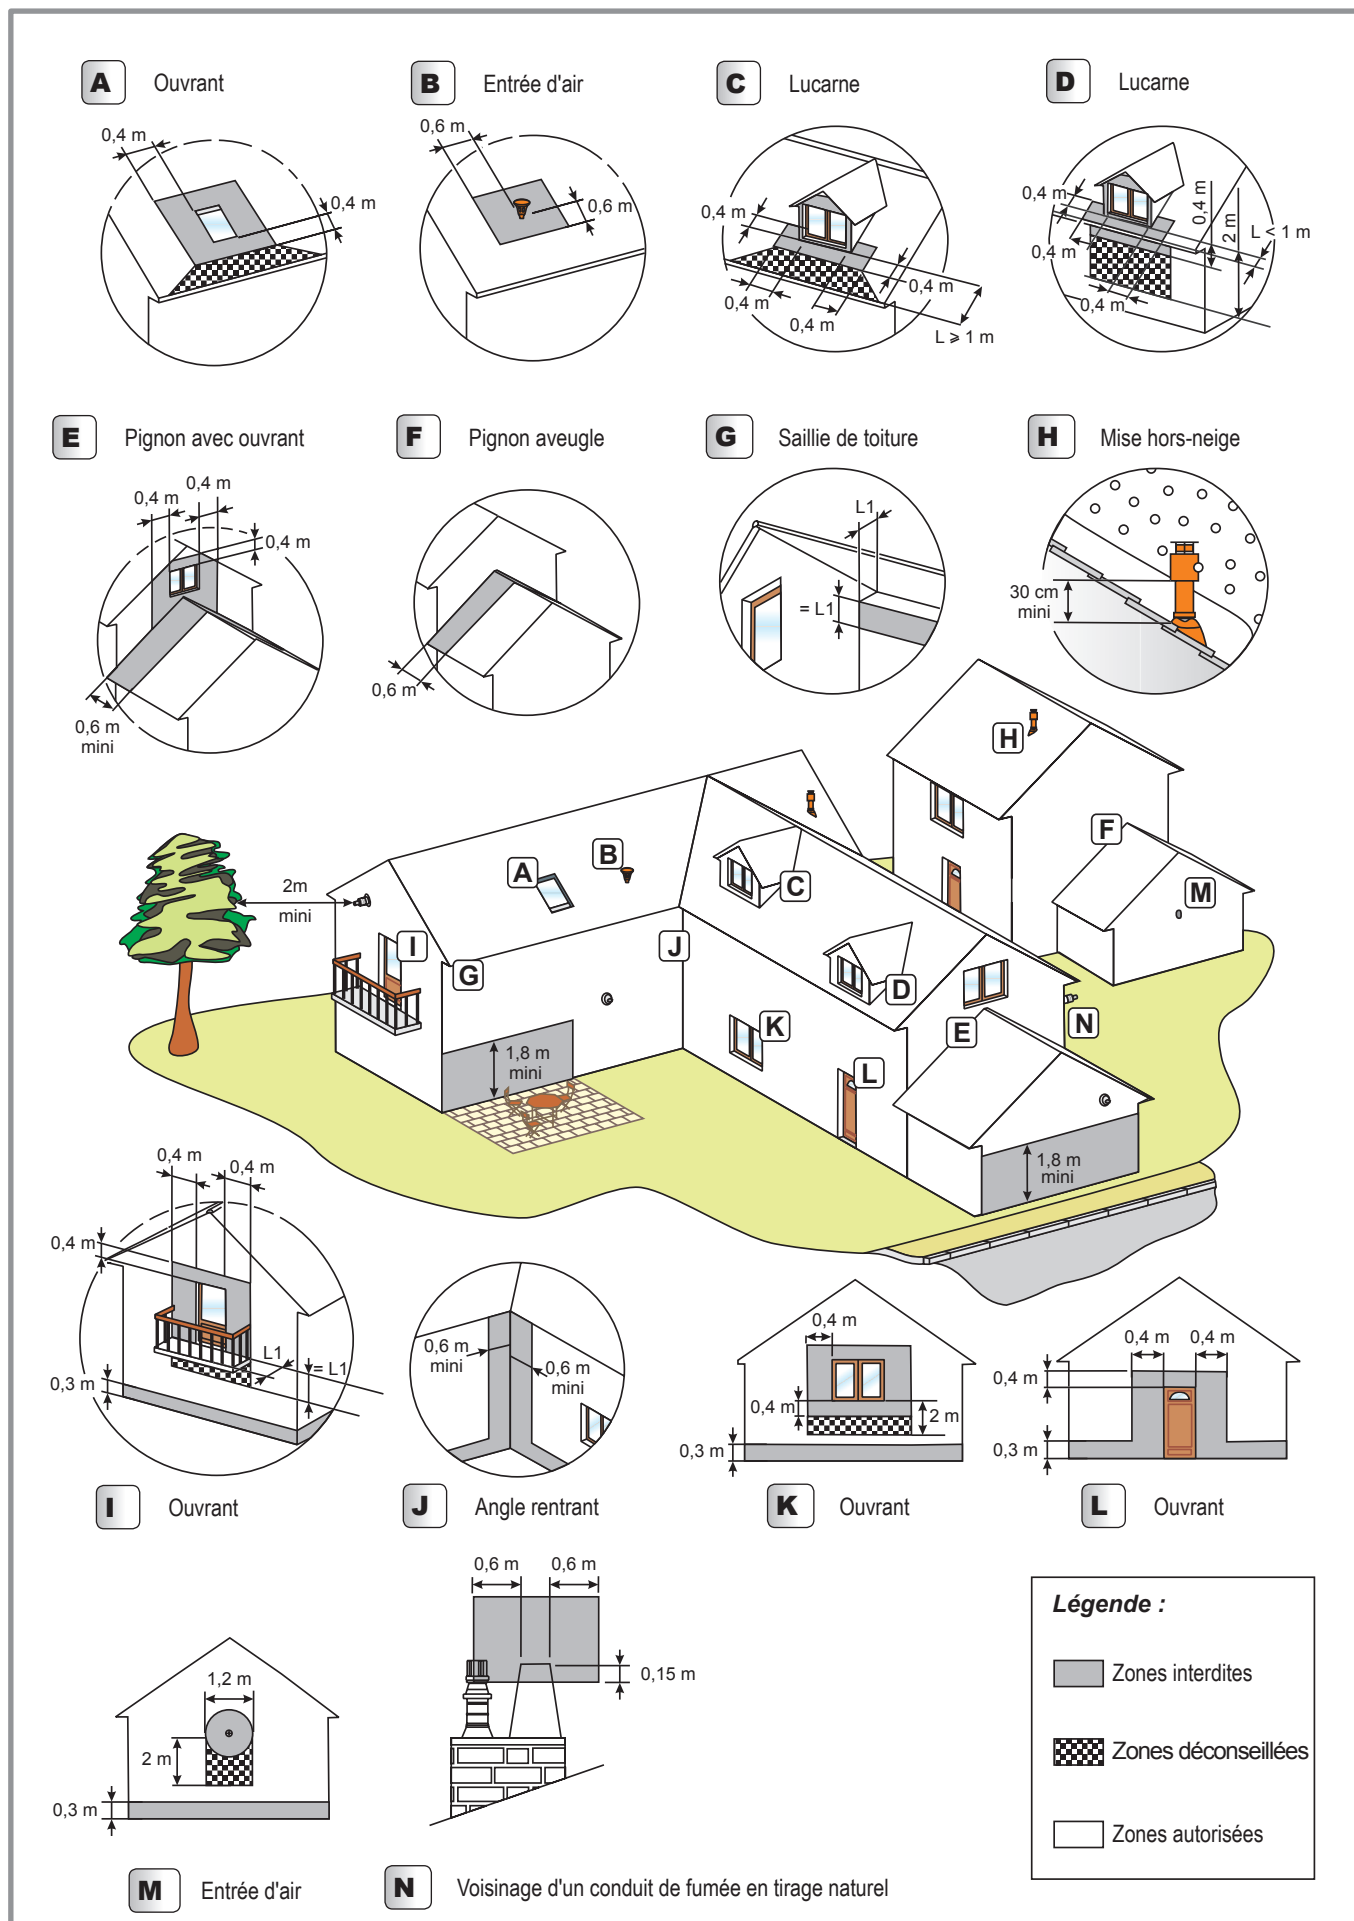

figure 15 - Règles d'implantation du terminal pour chaudières gaz étanches (C13, C33, C53)
- Respecter les longueurs maxi autorisées (figure 15).